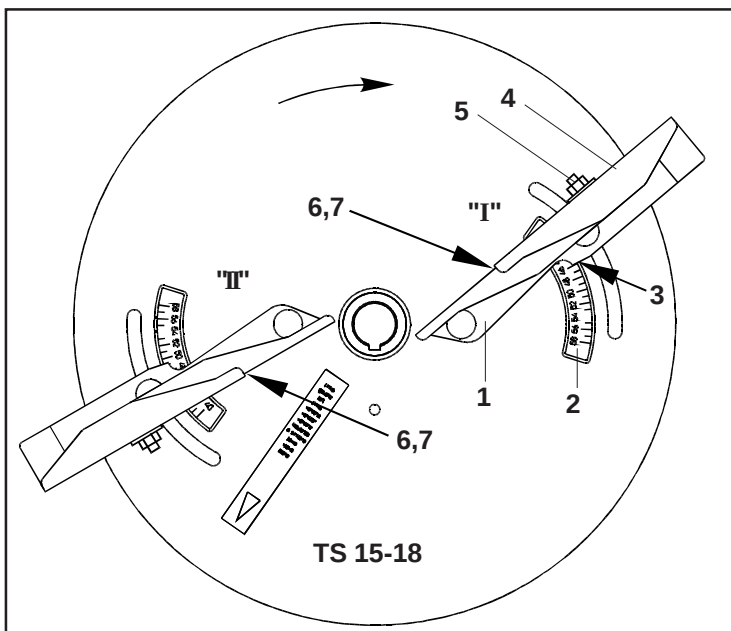

Fig. 7.24
- Afleeskant (fig. 7.24/7) van schoep "I" op letter "B" instellen en buitenste gedeelte van de schoep vastzetten. Schoep "I" naar getal "51" verdraaien en vastzetten.
- Afleeskant (fig. 7.24/7) van schoep "II" op letter "E" instellen en buitenste gedeelte van de schoep vastzetten. Schoep "II" naar getal "42" verdraaien en vastzetten.